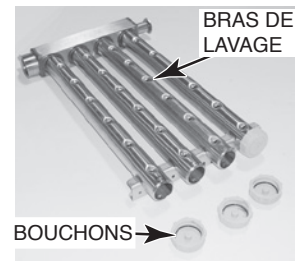

Fig. 33
5. Enlever les bras de lavage et les bouchons à chaque extrémité (Fig. 33) et pousser ce qui obstrue les gicleurs à l'intérieur des bras. Bien rincer les bras de lavage dans un évier et remettre les bouchons en place.